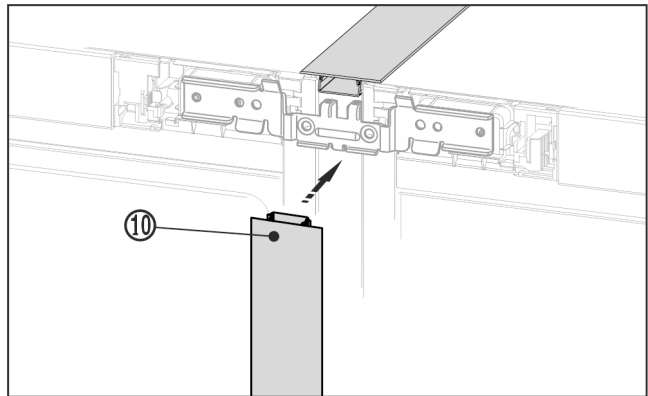

Fig. 23
- ▶ Aan de voorzijde de lange afdeklijst Fig. 23 (10) in de verticale spleet drukken. Zorg ervoor dat de lijst op de verbindingplaat rust.